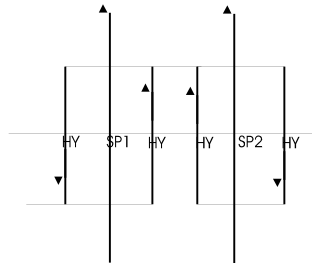

Figura 4
- b) **SP2**: programmazione del secondo punto di commutazione della soglia a finestra (vedi Figura 4 ).
- soglia con intervento a finestra vedi Figura 4 .